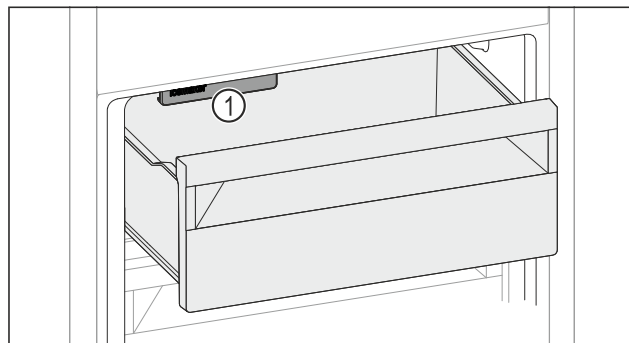

Fig. 140
- ▶ Uwzględnić IceMaker Fig. 140 (1).